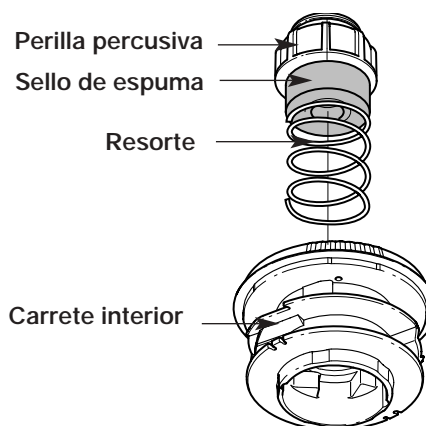

Fig. 24
1. Saque la perilla percusiva, el resorte y el sello de espuma girando la perilla percusiva en sentido antihorario (Fig. 24).
2. Saque la botón de tope, el resorte y el sello de espuma (Fig. 24).
3. Saque el carrete interior con la línea existente de la bobina exterior (Fig. 24).
7. Coloque la botón de tope, el resorte y el sello de espuma en la bobina exterior (Fig. 24).